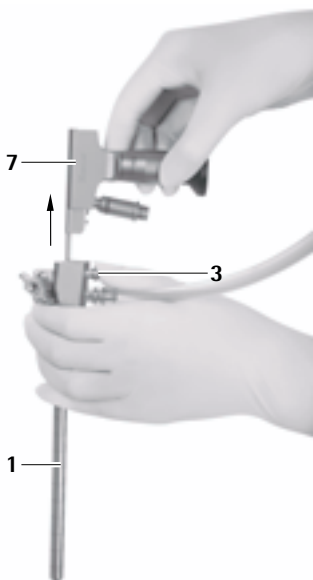

Fig. 11
- Pulsar el botón de desenclavamiento **3** y extraer el endoscopio **5** del trocar MINOP inVent **1**, ver Fig. 11.